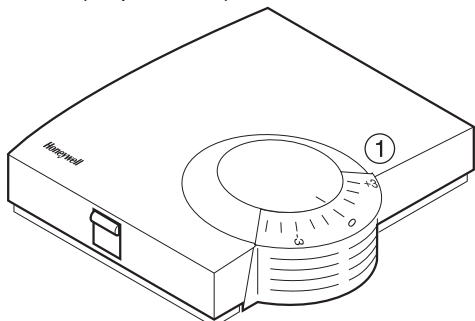

Figure 5: HCW 82
- Sélectionnez avec la molette de réglage (1) (voir Figure 5) le décalage de la température désirée (indications de l'échelle graduée en $^{\circ}\text{C}$).
- Contrôlez si la molette de réglage se trouve dans la position montrée à la Figure 5.